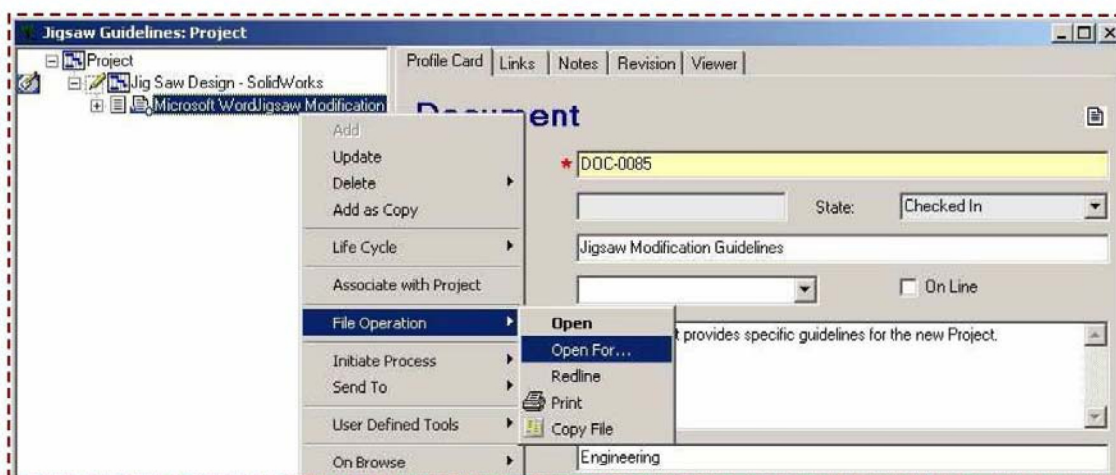

Рис.105
- Щелкните правой кнопкой мыши по узлу Guidelines document и выберите File Operation > Open For (рис. 105).